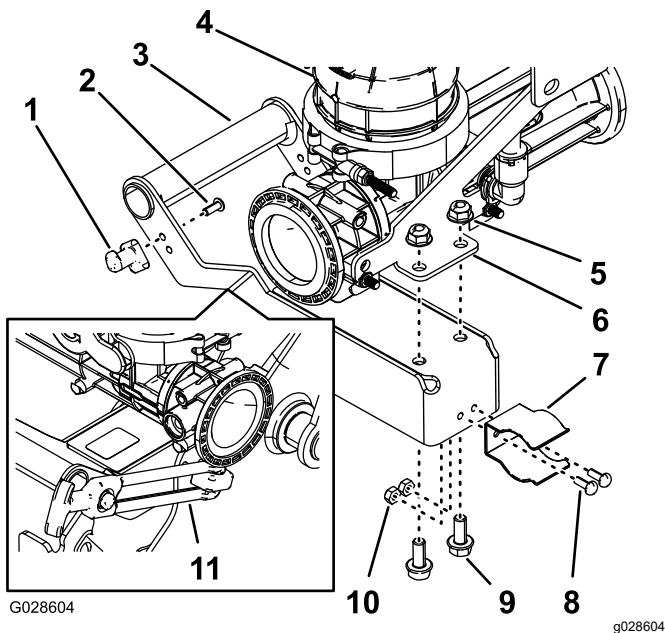

Figura 11
1. Montai suportul clichetului la mânerul ejectorului (**Figura 11**) folosind cele 2 uruburi cu cap imbus (#10-24 x ½ inch).
2. Montai clemă arc pe mânerul clichetului (**Figura 11**) folosind cele 2 uruburi (#10-24 x ½ inch) și 2 contrapiuliă (#10-24).
3. Montai mânerul la placa de montare pentru ejector (**Figura 11**) cu 2 uruburi cu guler (5/16 x ¾ inch) și contrapiuliă cu guler (5/16 inch).